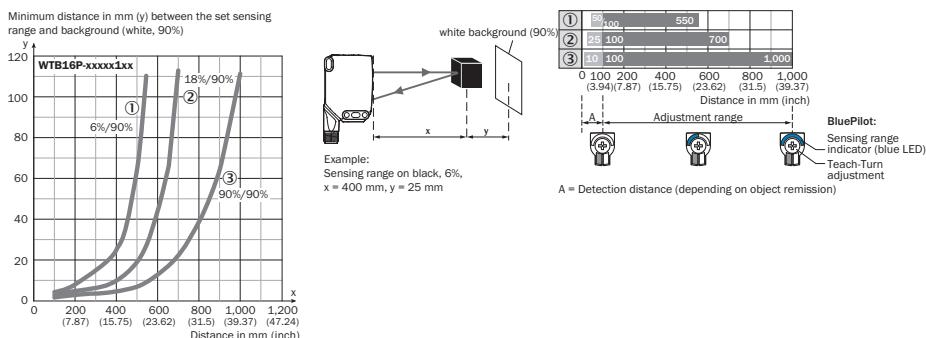

図 75: 特性曲線 1、WTB16P Bluetooth-xxxxx1xx,
背景抑制のための最小距離 (= y) は図 [図 75 ①] から以下のように読み取ることができます: